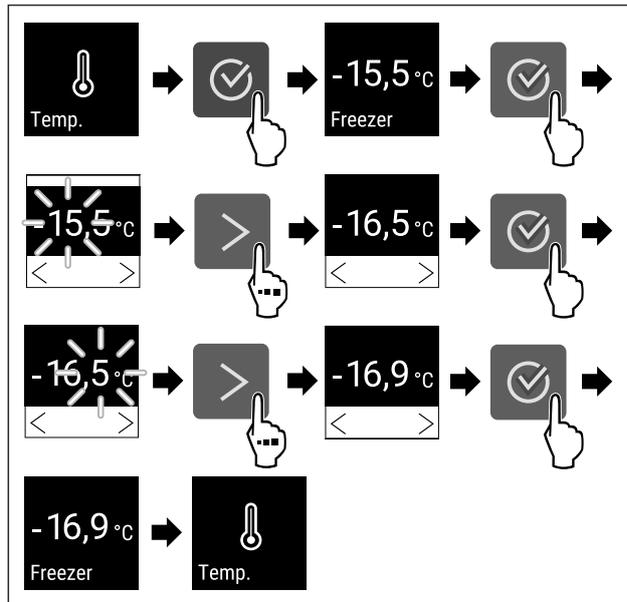

Fig. 65 Cambio de temperatura de -15.5°C a -16.9°C
- Seguir los pasos de procedimiento (consulte Fig. 65).